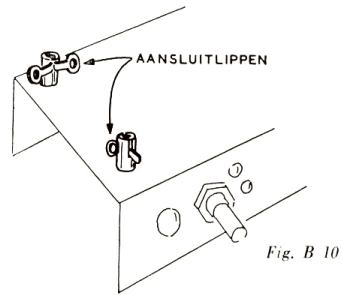
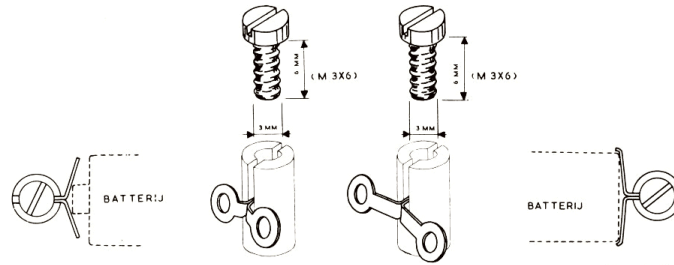

Fig. B 10
Fig. B 11
7. Tussen de twee klemmen KL 1 N links (vanaf de zijde van de assen gezien) wordt straks de batterij aangebracht. Daarvoor maken we van vier losse aansluitlippen twee stel contactstukjes voor deze batterij. Buig de lippen in de aangegeven vorm (fig. B 11) en zet ze vast met twee korte boutjes. Let op de **juiste plaats** van de lange en korte lippen van de lange en korte lippen (fig. B 10).